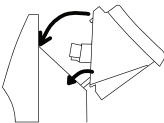

Рис. 4
- Вставьте разъем электроподключения («папа») на блоке управления в соответствующий разъем («мама») на конвекторе. Обратите внимание, что он может быть вставлен только в одно положение, когда специальная защелка находится справа. Убедитесь, что соединение надежно и разъем блока управления полностью закреплен в конвекторе. Если разъем вставлен до конца, то должен раздаться щелчок (рис. 4).